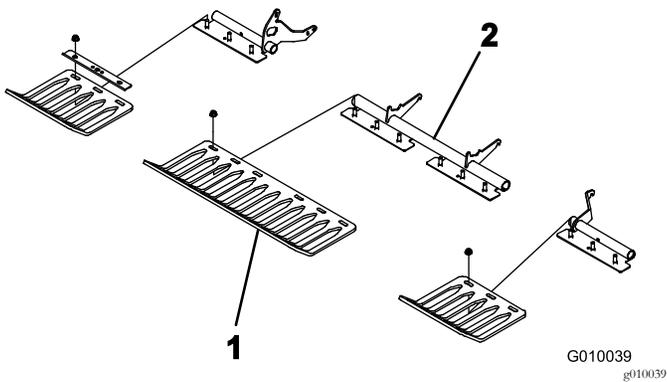

図 23
4. ターフガードブラケットにターフガード4本を仮止めする全部で12本のフランジナットを使用【図 23】。この時点ではまた本締めしないこと。
注 ターフガードクランプとフランジナットはターフガードブラケットに取り付けて出荷されています【図 23】